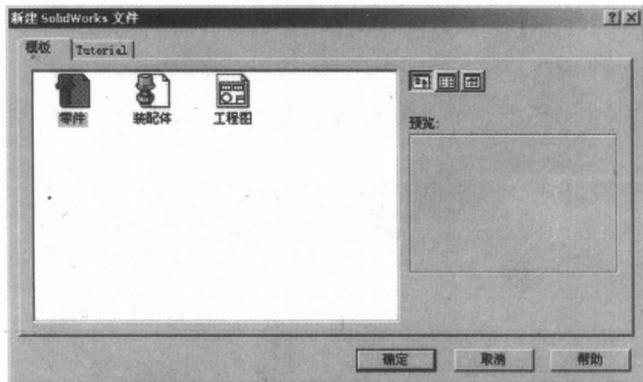

图1.6
- (2) 在出现的新建文件对话框中，选中“零件”模板，如图 1.6 所示。单击 **确定**，新建一个零件文件。